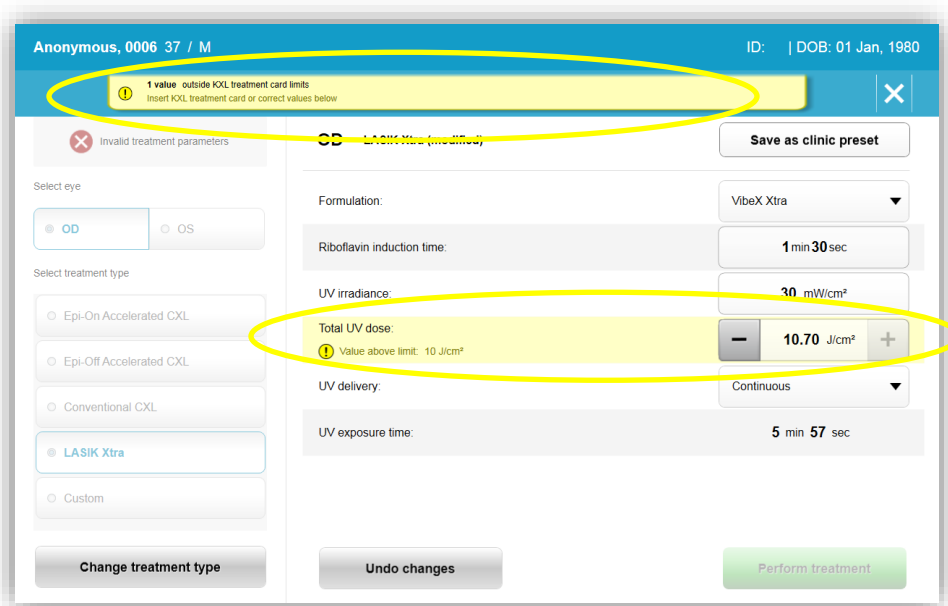

Figura 3-17. Parámetros de tratamiento no válidos
- Si el usuario tiene la tarjeta de tratamiento introducida en la ranura mientras programa parámetros de tratamiento que están fuera los valores permitidos controlados por la tarjeta RFID, aparecerá el siguiente mensaje y no se podrá seleccionar “Realizar tratamiento” (Perform treatment), tal como se muestra en la figura 3-17.